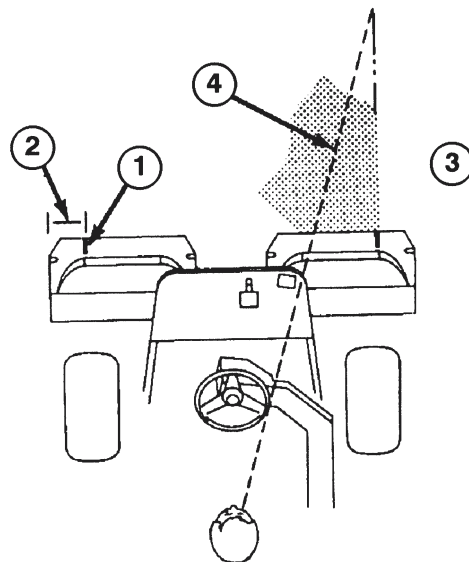

Fig. 13
2. Legg enten en stripe hvitt bånd eller mal en strek på hver gressamler, parallelt med gressamlerens ytterkant (fig. 13).